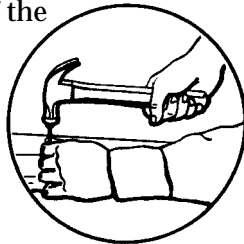

Fig. 1
- To start a nail, hold it in place and tap it gently a few times until it is firmly set. Hit it straight in (Fig. 1).
- Para comenzar a clavar un clavo, golpéelo con poca fuerza dos o tres veces hasta que esté asegurado en el lugar deseado. Entonces déle un golpe derecho (Fig. 1).